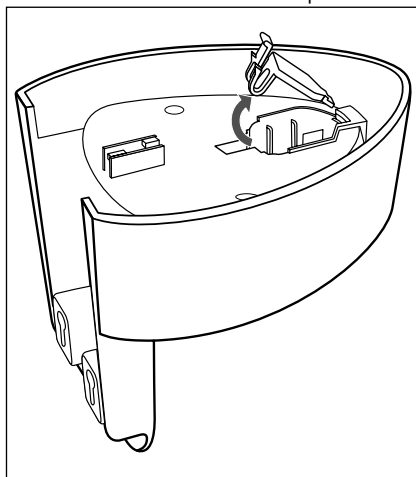

Fig. 1
► Assurez-vous qu'aucune ligne électrique ou d'autres lignes ou tuyaux ne se trouvent dans le mur dans lequel vous avez l'intention de percer des trous pour fixer le support mural ❸. Il y a en effet danger de mort si vous percez une ligne électrique !
- 1) Insérez la fiche creuse ❺ du bloc d'alimentation ❹ dans le support mural ❸, comme indiqué sur la figure suivante :
- Ouvrez le petit couvercle (fig. 1).